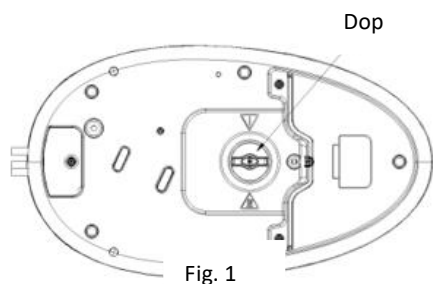

Fig. 1
3. Scoateți rezervorul de apă, întoarceți baza aparatului și așezați-o pe o suprafață orizontală, apoi rotiți în sens contrar acelor de ceasornic dopul situat în partea inferioară a bazei, pentru a-l scoate (a se vedea Fig. 1).